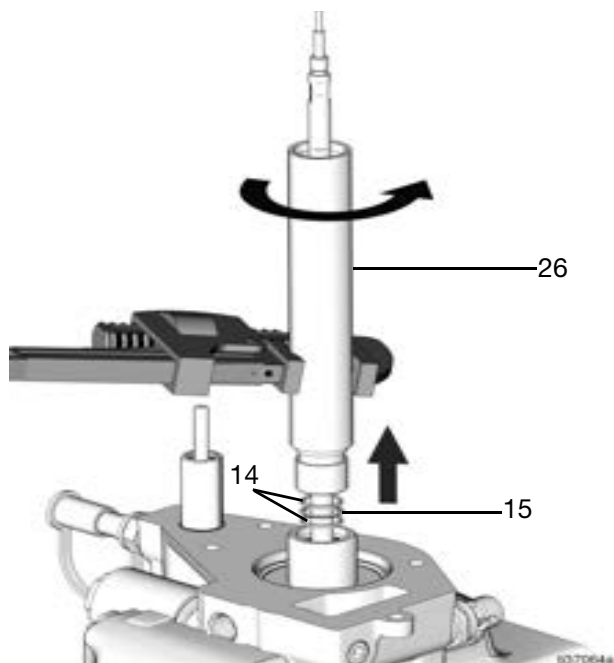

FIG. 45
28. Desserrez et retirez le tube rallonge (26) du boîtier supérieur. Retirez les deux bagues d'appui (14) et le joint torique (15) (FIG. 45).